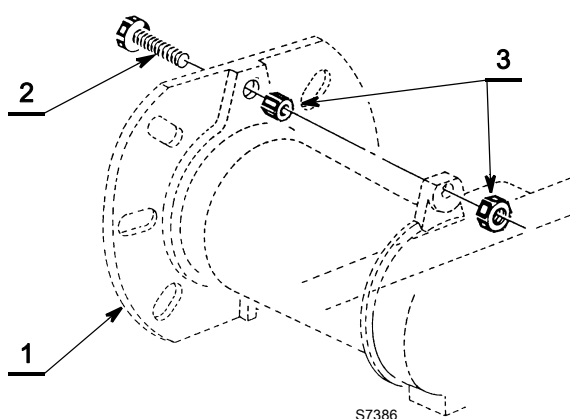

图 7
- 安装法兰 1)(图 7)，螺丝 2) 和两个螺母 3)。